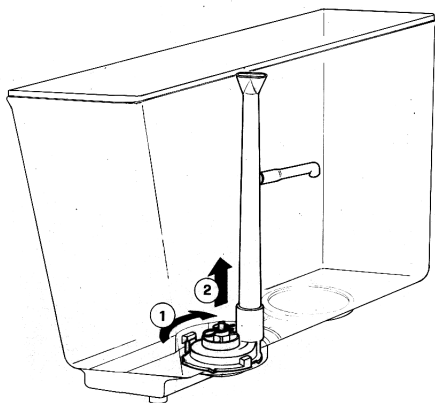

figura 3
- 2 - **Linee BS:** togliere il gruppo pompa dalla vasca ruotandolo (1) in senso orario e sollevandolo (2). Smontare il tubo di mandata ed il tubo a "L". Per togliere la girante e l'alberino dal gruppo pompa, rimuovere l'apposita spina di fissaggio (vedere figura 3).